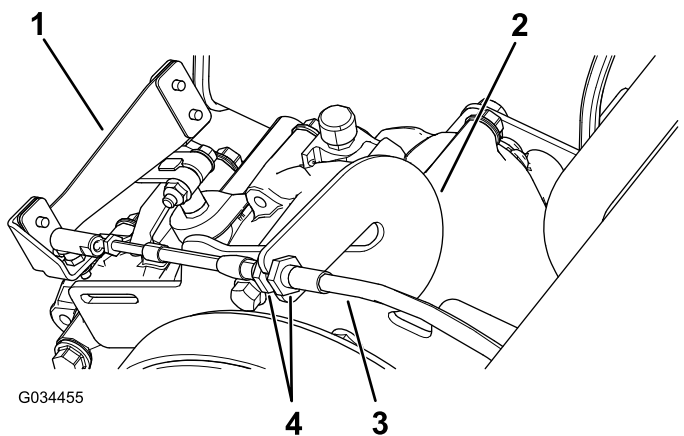

Figure 59
1. Desserrez les écrous de blocage sur le câble de sélection et ajustez-les selon les besoins (Figure 59).
2. Vérifiez la position de l'inverseur de marche en tournant le sélecteur aux 3 positions différentes et vérifiez que le levier (Figure 59) passe correctement à chaque position; voir Levier et indicateur d'inverseur de marche (page 13).